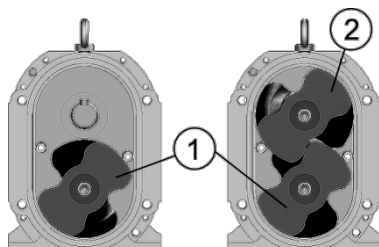

Figure 6.3.3-2
- Tournez les arbres de manière que les clavettes (12) soient à 12 heures.
- Installez le lobe hélicoïdal gauche (1, fig. 6.3.3-2) en bas.
- Assurez-vous que la clavette supérieure (12) est encore à 12 heures et ne s'est pas dérégulée.
- Installez le lobe droit (2, fig. 6.3.3-2) en haut.